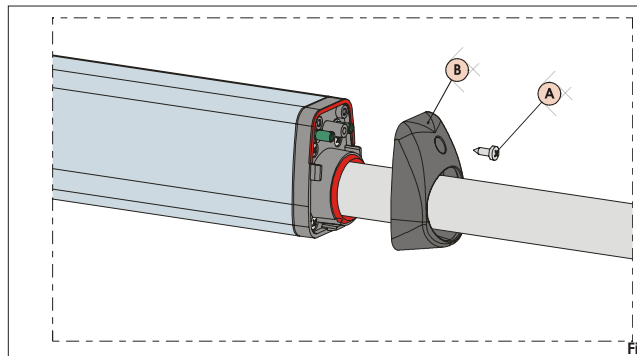

Fig. 18
- 1) Draai de bovenste bevestigingsschroef, fig. 18 ref. A, los en haal het dekseltje weg, fig. 18 ref. B.
- 5) Plaats het dekseltje, fig. 18 ref. B, weer en span de bevestigingsschroef, fig. 18 ref. A, opnieuw.